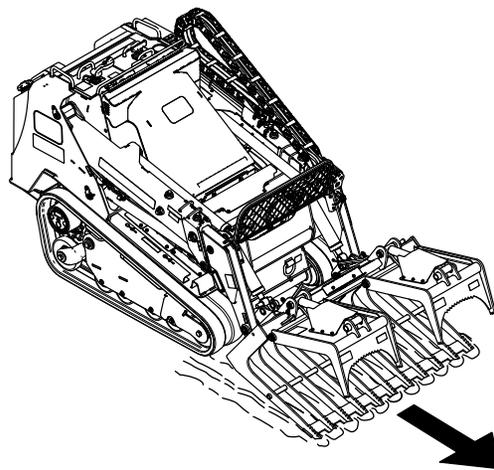

Figure 5
1. Pour creuser ou râteler à l'aide de la mâchoire inférieure, ouvrez les mâchoires et abaissez les dents de la mâchoire inférieure dans le sol (Figure 5).